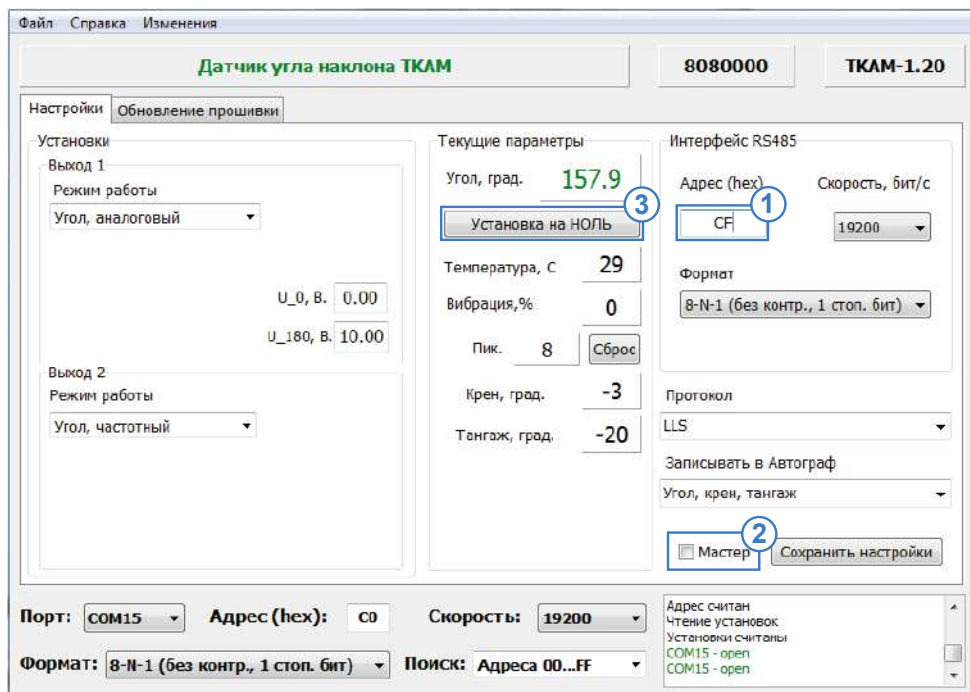

Рис.26. Настройка Помощника.
- Задайте адрес помощника – CF (Рис.26, п.1).
- Убедитесь, что опция «Мастер» отключена (Рис.26, п.2).
- Установите помощник в исходное положение и нажмите кнопку «Установка на НОЛЬ» в программе «AGPConf» (Рис.26, п.3). Сохраните настройки.